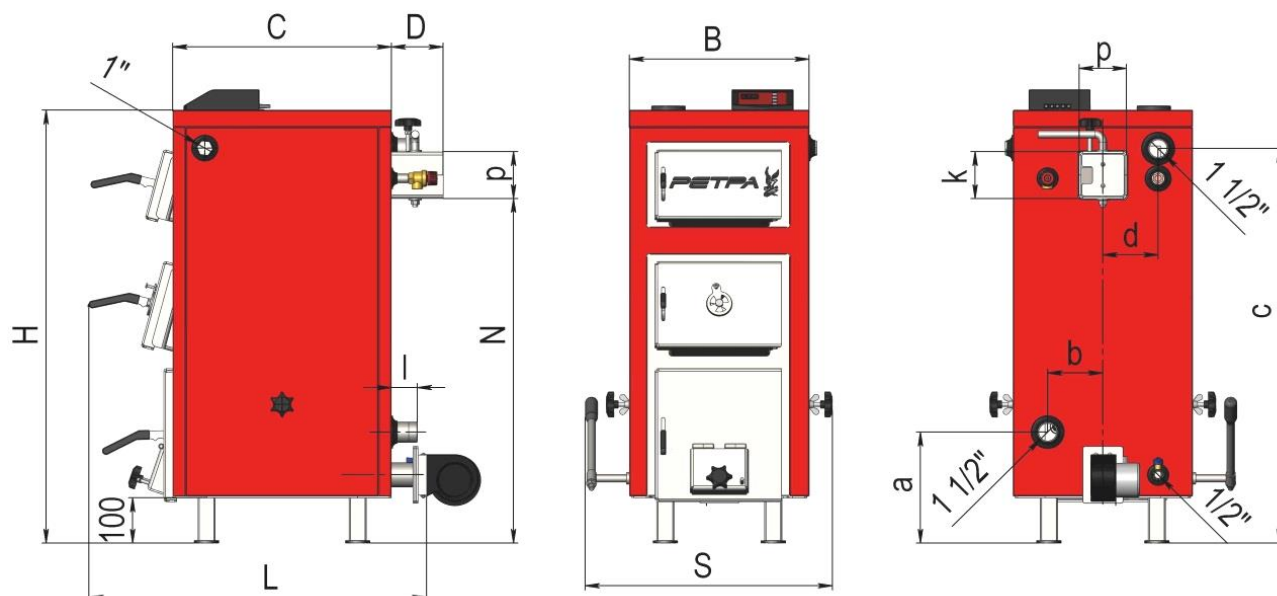

Рис.1. Габаритные и присоединительные размеры котлов модельного ряда «Петра-5М» и «Петра-5М PLUS»
3.2. Габаритные и присоединительные размеры котлов модельного ряда «Петра-5М» и «Петра-5М PLUS» приведенные на Рис.1 и таблице 3.